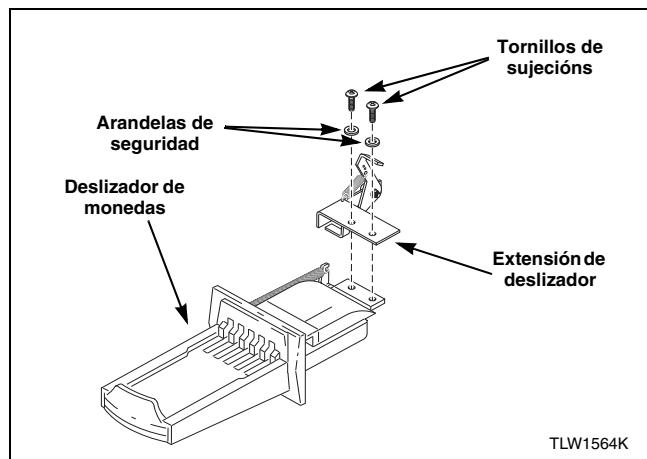

Figura 15
1. Instale la extensión del deslizador sobre el deslizador de monedas usando los dos tornillos y las arandelas restantes. Consulte la *Figura 15*.
3. Instale la extensión del deslizador sobre el deslizador de monedas usando los dos tornillos y las arandelas. Consulte la *Figura 15*.